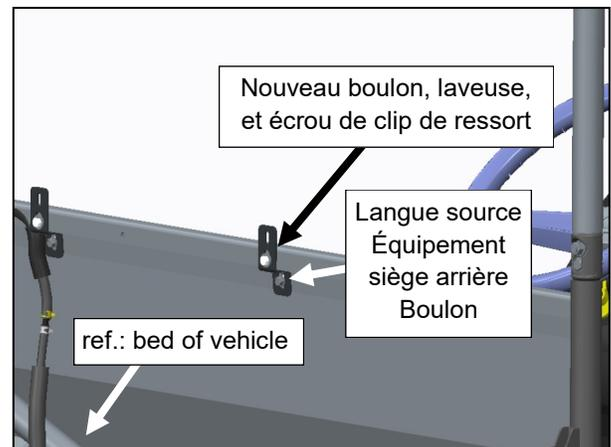

Fig. 3.2 (vue de l'arrière du côté passager)
3.2 Soulevez le lit de décharge. Par fig. 3.2, installez l'assemblage inférieur du panneau arrière comme suit : insérez l'écrou de pince de ressort dans le trou vide au-dessus du boulon arrière supérieur du siège central (orienté de sorte que les fils sont vers l'avant du véhicule), retirez temporairement le boulon arrière supérieur du siège central, placez l'assemblage inférieur du panneau arrière en position et orienté comme indiqué, réinstallez le boulon arrière du siège d'équipement d'origine dans la fente inférieure. Faire preuve de prudence pour éviter le filetage croisé de l'insert fileté. Démarrez l'engagement du thread à la main. Installez un nouveau boulon flanged de 1/4-20 x 3/4 po de long de tête d'hex dans la fente moyenne de l'assemblage (engageant l'écrou fileté de clip de ressort). Serrez les deux boulons.